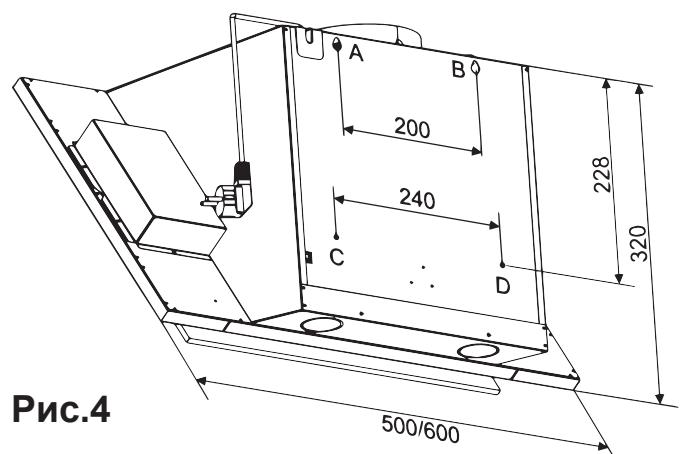

Рис.4
**6.4** Проведіть розмітку кріпильних отворів корпусу на стіні кухні. Для цього виготовте паперовий шаблон з координатами 4-х отворів на задній стінці корпуса (**точки А, В, С, D див схема монтажу**); прикладіть шаблон до стіни на необхідній висоті, що вказана вище, і вирівняйте його по рівню (**рис.4**).
**6.10** Установіть телескопічний комінок на корпусі витяжки. Підніміть верхню панель комінка з планкою під стелю, щоб він закривав повітровід вентиляції, і розмітте по пазам планки **2 отвори під кріплення (т. Е, F)** (рис.4).
**6.14** Установіть зовнішню панель комінка в пази на корпусі витяжки, а внутрішню – підніміть вгору до суміщення отворів кріплення з планкою і з'єднайте їх з боків **2-ма шурупами ПКГ 2,9x9,5** (рис.4).